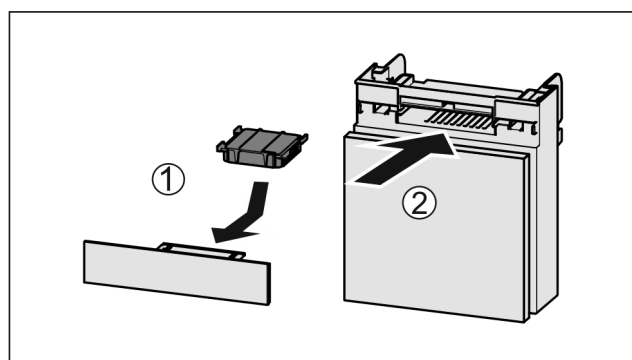

Fig. 57
- 按图装入 Fig. 57 (1) 活性炭过滤器。
- 推入 Fig. 57 (2) 抽屉。